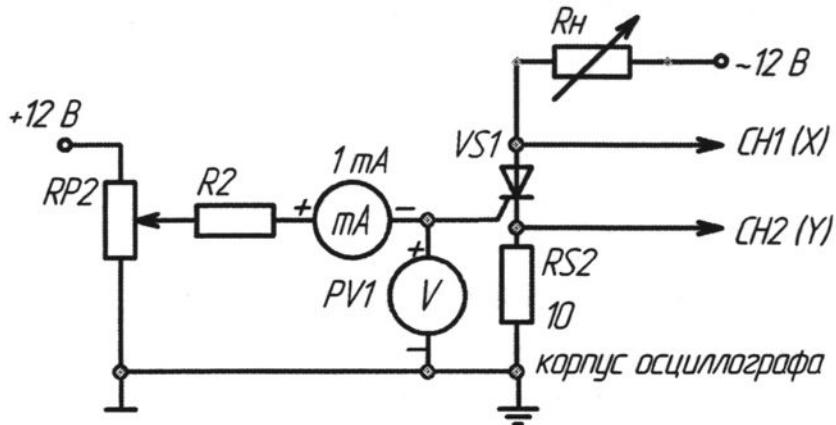

Рис. 2
д) собрать схему для исследования тиристора на переменном токе для получения анодной ВАХ тиристора на экране осциллографа (рис. 2). Подать на вход $CH2 (Y)$ осциллографа напряжение с шунта $RS2$, пропорциональное току в анодной цепи i_a , а на вход $CH1 (X)$ – анодное напряжение тиристора u_a (при этом
г) используя схему, приведенную на рис.2, снять анодную ВАХ симистора при подачи импульсов от СИФУ, при этом используется выход VS3, подключаемый к управляющему электроду симистора. Для этого подключить входы осциллографа к соответствующим точкам схемы: вход канала $CH1 (X)$ – к аноду симистора, канал $CH2 (Y)$ – к катоду симистора (напряжение на симисторе), снимая тем самым ток